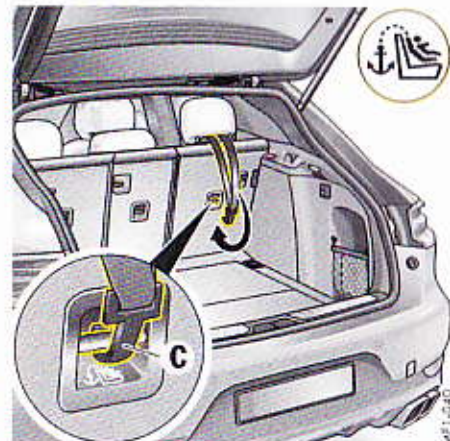

Fig. 287 : Montage des systèmes de retenue pour enfants avec sangle d'ancrage ISOFIX (Top Tether)
- Fixez la sangle d'ancrage ISOFIX (Top Tether) **C** au niveau du point d'ancrage à l'arrière du dossier (Fig. 287) et serrez la sangle d'ancrage.